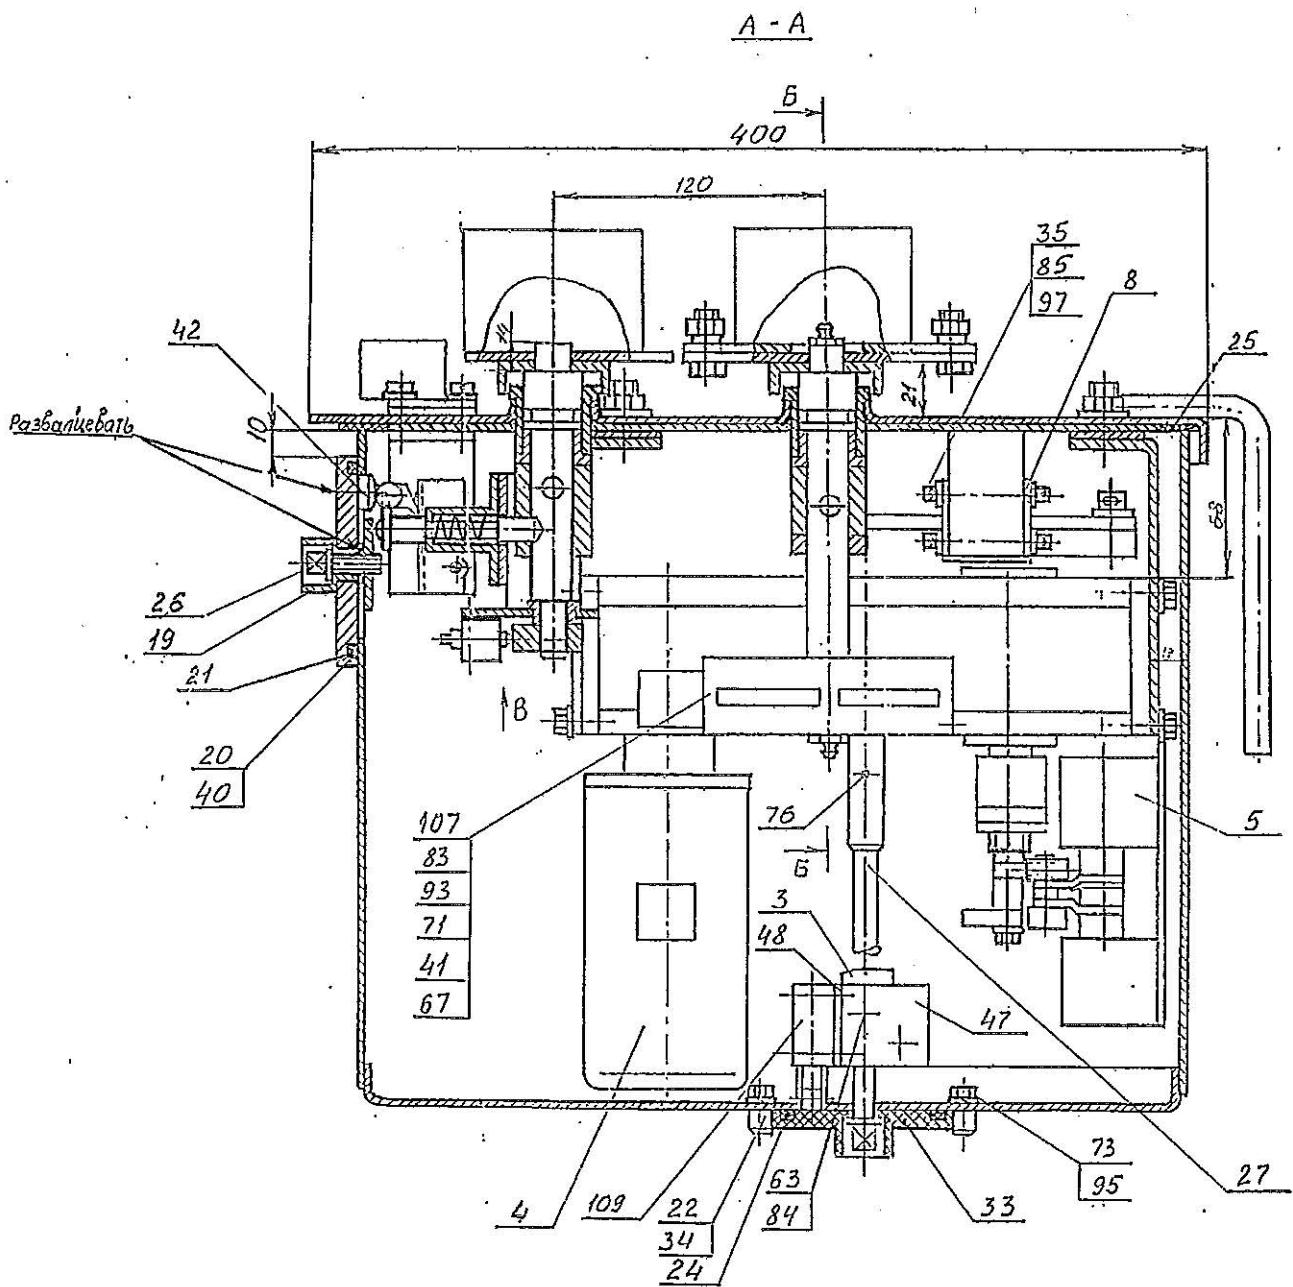

Рис.2
- 2.2.7.9 Подключить кабель управления к клеммнику 67 и закрыть отверстие для ввода кабеля крышкой 29 (рисунок 2).